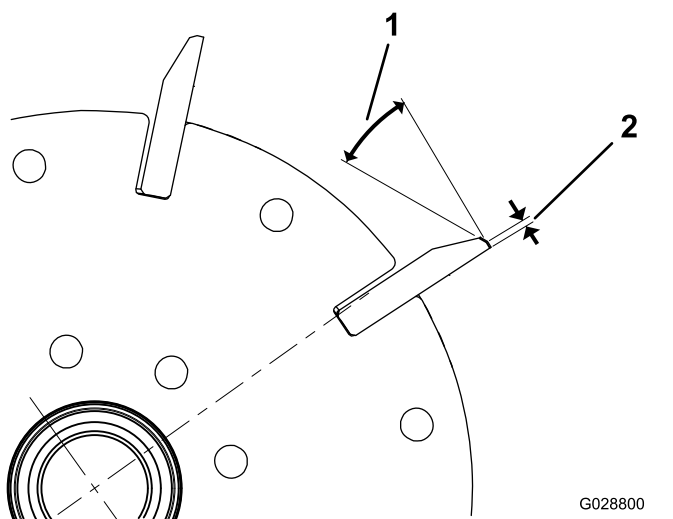

Figura 25
- Applicate un angolo di spoglia di 30° su tutte le lame del cilindro fino a quando la larghezza della superficie non è pari a 1,3 mm (Figura 25).